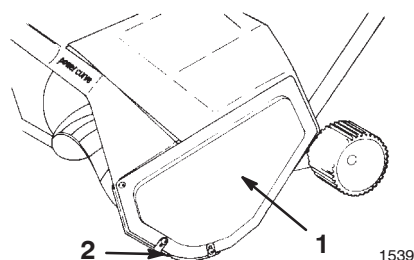

Figure 13
Remarque : Si vous ne parvenez pas à déposer l'arbre en tenant le rotor, déposez le capot gauche et le patin (Fig. 13).
- Retirez les 3 vis de fixation du capot gauche au châssis de la déneigeuse (Fig. 13).
1. Retirez les vis qui fixent le capot gauche et le patin au châssis de la déneigeuse (Fig. 13).